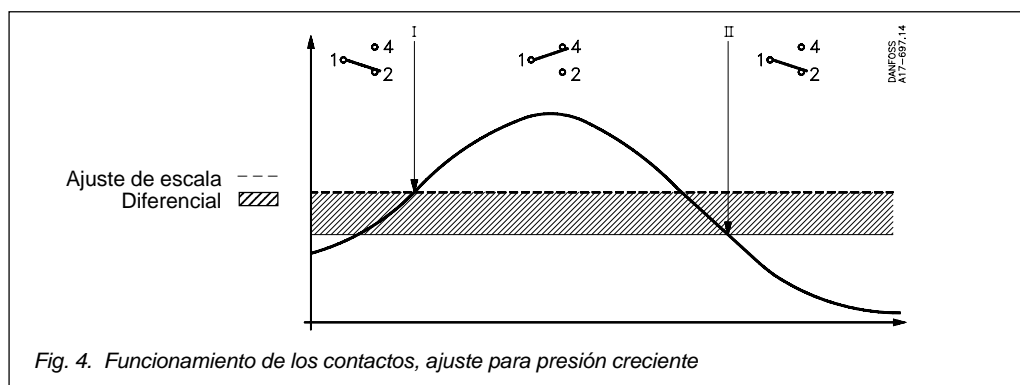

Fig. 4. Funcionamiento de los contactos, ajuste para presión creciente
a. RT 19, RT 30, y presostatos con rearme máx. Cuando la presión rebasa el valor ajustado en el rango, los contactos 1-4 se cierran y los contactos 1-2 se abren. Los contactos vuelven a su posición inicial cuando la presión disminuye hasta el valor del rango menos el diferencial (véase fig. 4).